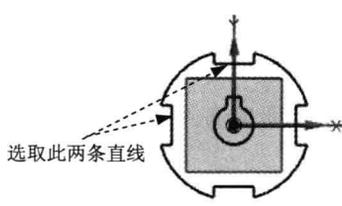

图 2.12 等长约束 2
(2) 参照上述步骤添加图 2.12 所示直线为“等长”约束。